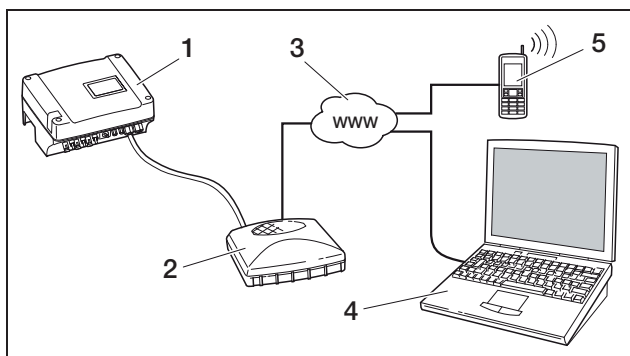

Figura 45: Richiesta dei dati di log - Inverter collegato a Internet tramite connessione DSL
- Il router deve ricevere dall'internet provider un indirizzo IP fisso oppure è necessario registrare il router presso un servizio DynDNS, per poter associare gli indirizzi IP dinamici del router ad un nome preciso. A questo punto l'inverter è accessibile attraverso Internet con il nome di dominio fornito dal servizio DynDNS ed è possibile collegarsi all'inverter a partire da qualsiasi browser Internet (vedere figura 45).